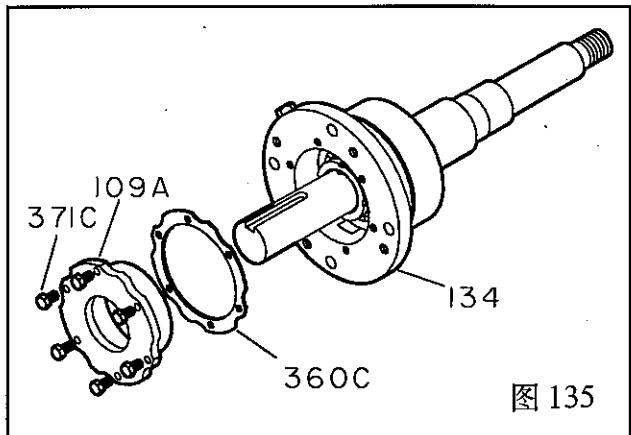

图 135
7. 装上垫片 (360C)、端盖(109A)和螺栓(371C)，螺栓的扭矩值参照表 9。检查轴是否能转动自如。(图 135)